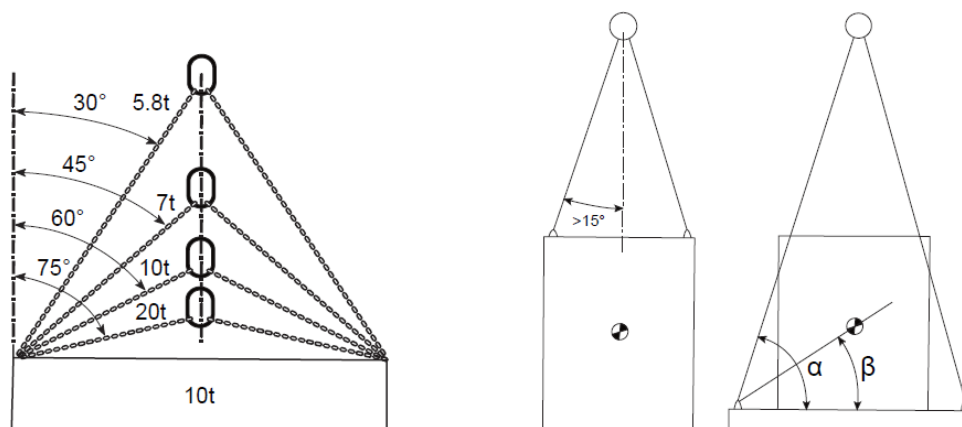

Рис. 14-13 Требование к использованию строп
- Угол между ветвью каната и линией отвеса не должен превышать 60° (т.е. угол между соответствующими ветвями не должен превышать 120°). На рис. 14-13 показана зависимость между нагрузкой на ветвь и углом, при подъеме груза весом 10 т.
отвеса должен быть не менее 15° , то есть угол между соответствующими ветвями должен быть не менее 30° (рис. 14-13).